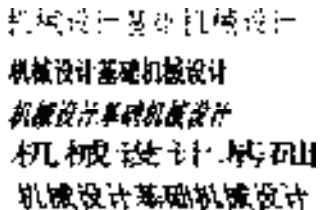

图 5-5 同一字体的不同样式
(1) “字体”选项组 确定字体式样。文字的字体确定字符的形状，在 AutoCAD 中，除了它固有的 SHX 形状字体文件外，还可以使用 TrueType 字体（如宋体、楷体和 italley 等）。一种字体可以设置不同的效果从而被多种文本样式使用，图 5-5 所示就是同一种字体（宋体）的不同样式。
5) 倾斜角度：用于确定文字的倾斜角度。角度为“0”时不倾斜，为正时向右倾斜，为负时向左倾斜（见图 5-5）。